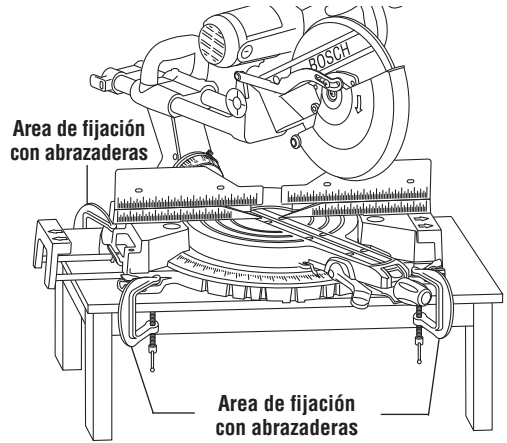

Figura 17. Montaje portátil usando abrazaderas
- Coloque dos (2) o más abrazaderas en "C" en las áreas de fijación con abrazaderas y fijelas (Figura 17).
- Tenga cuidado de no poner las abrazaderas sobre las palancas de sujeción de las extensiones de la base (Figura 17).